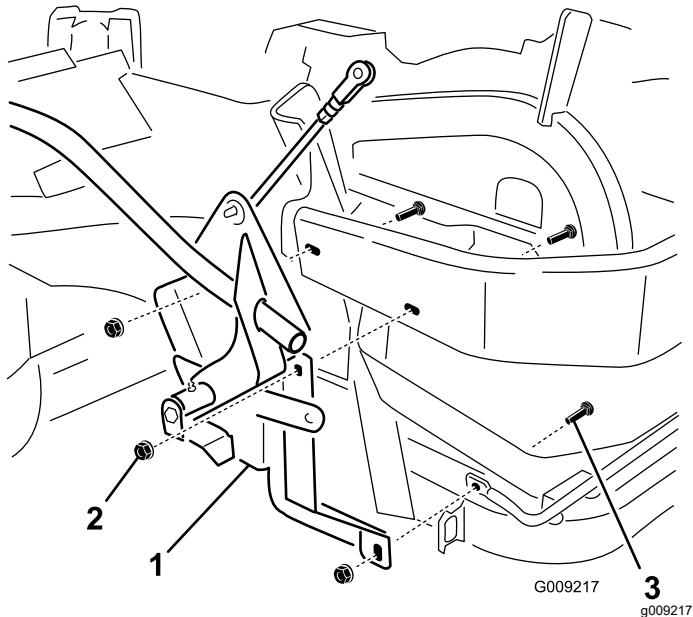

Figura 7
3. Fixez la poignée et le support sur le côté de la machine à l'aide de 3 boulons de carrosserie ($\frac{3}{8}$ x 1¼ po) et de 3 écrous à embase (grande embase – $\frac{3}{8}$ po), comme montré à la Figura 7.